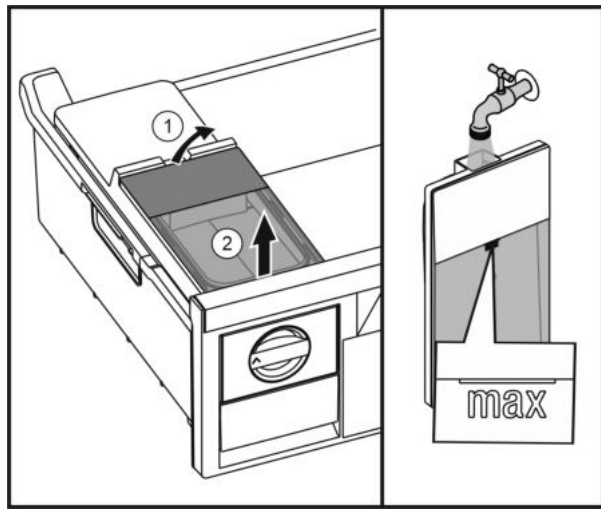

Fig. 32
- ▶ Повдигнете резервоара за вода отзад Fig. 32 (1) и извадете нагоре Fig. 32 (2).